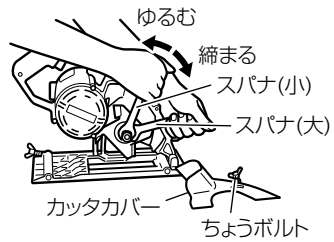

図 23
カッターカバーをはずし、付属のスパナ 2 本を使い、大きいほうのスパナをワッシャ (B) の切欠部に掛け、小さいほうのスパナでナットをゆるめます。(図 23)